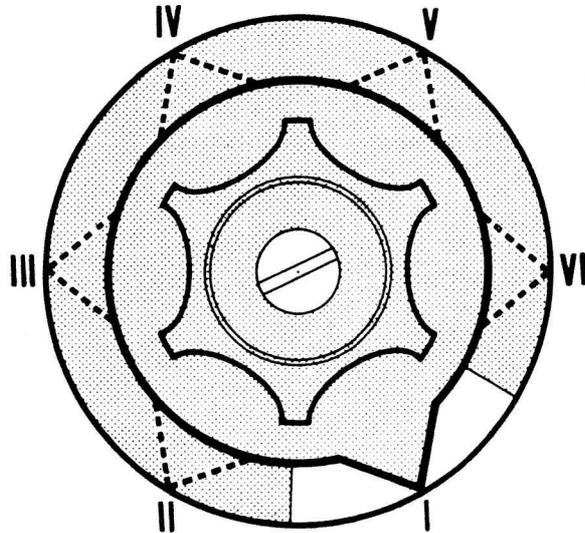

Fig. 1
- Veiller au branchement des fils. Une erreur de borne provoque systématiquement la destruction de l'appareil. Se référer à la fig. 1, page 5.
De cet appareil en bakélite sont commandés tout l'éclairage du tracteur et l'avertisseur. La manœuvre de l'éclairage s'effectue par les 5 positions du bouton-contacteur (voir fig. 1). A chaque position correspond l'éclairage suivant :
Après toute opération de branchement, il est recommandé de vérifier le montage avec la fig. 1 du chapitre F.